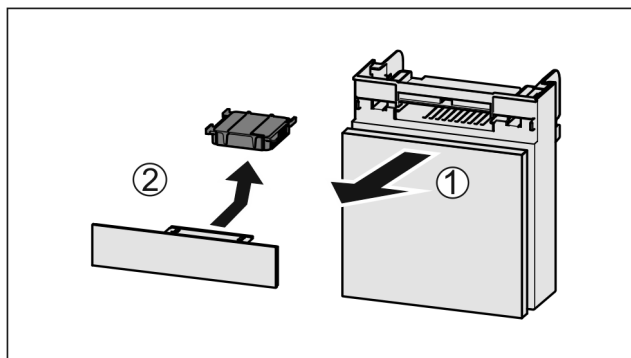

Fig. 109
- ▶ Вытянуть Fig. 109 (1) отделение движением вперед.
- ▶ Извлечение Fig. 109 (2) фильтра с активированным углем.